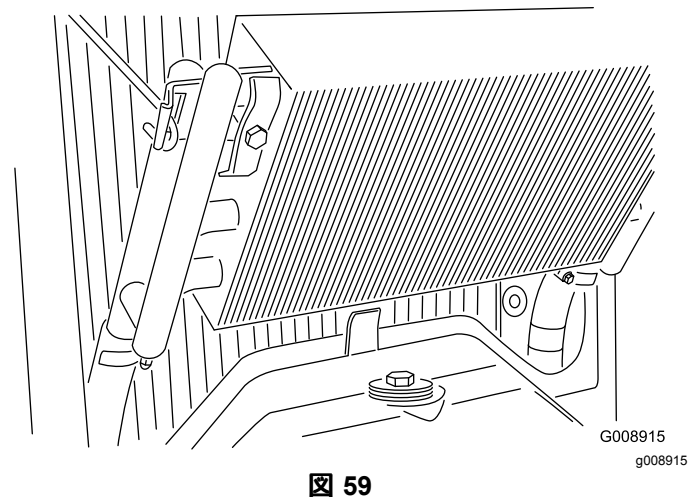

図 59
3. オイルクーラのラッチを外し、クーラーを後ろに傾ける 図 59。オイルクーラとラジエターの裏表を水または圧縮空気で丁寧に清掃する。オイルクーラを元に戻し、スクリーンを閉める。